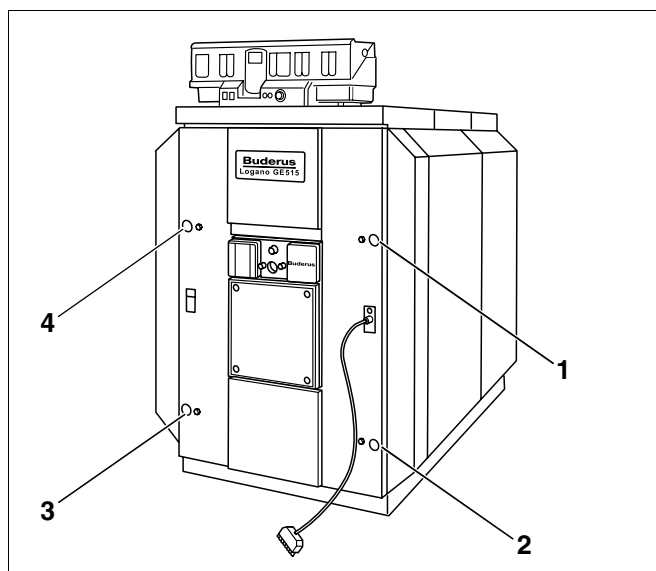

Рис. 71 Крепление дверцы горелки
- Открутить четыре болта, которыми прикрепляется дверца горелки к передней секции (рис. 71, поз. 1 - 4).